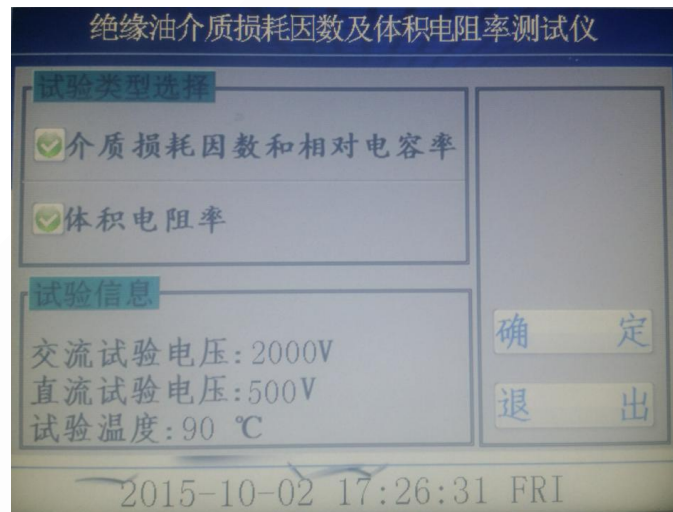
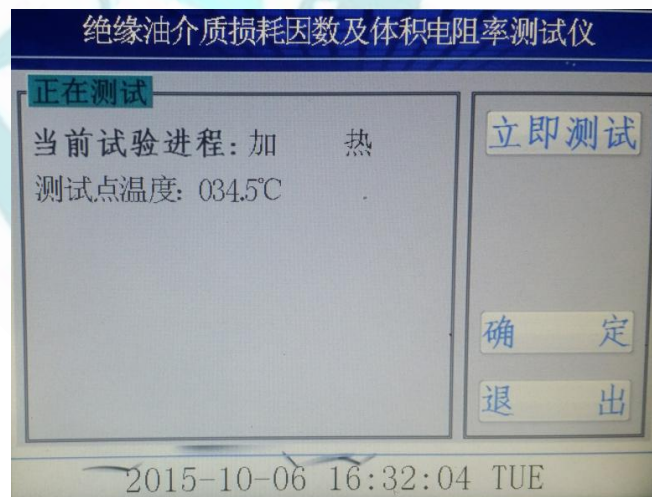

图 6
图 7
6、在图 3 界面下，点击空杯测试进入图 6，空杯测试主要是对油杯注油前的干净程度和装配进行验证，可以选择介质损耗因数和相对电容率及体积电阻率，点击测试项目前面的光标即可选择测试还是不测试。空杯介损
值越小越好，在图 6 中选择完测试项目后点击**确定**后即可进入图 7，图 7 中设备可以在设定的 90℃进行测量，也可以点击**立即测试**，在当时温度下测量。
杯壁缓缓注入), 油样注入后, 再将油杯的内电极慢慢的放到位。(动作要慢一些, 防止动作太快, 排气不及时, 使油样溢出), 接好测量信号线和温度信号线, 点击图 3 中的自动测试, 进入图 6 界面和图 7 界面, 一般测油是都按照规程 90℃测量, 同样也可以选择立即测试, 在当前温度下测量。